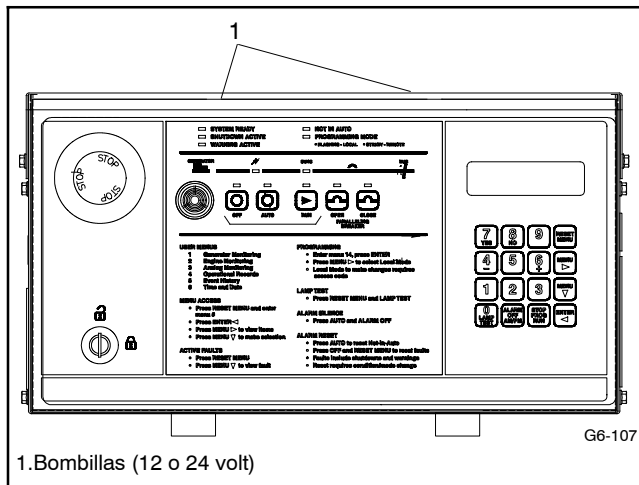

Figura 7-4 Vista frontal del controlador
Siga el procedimiento a continuación para reemplazar el controlador. Consulte la Figura 7-4 para la identificación de un controlador típico. Para saber más de las características y operación del controlador consulte el manual de operación en el kit de folletos.
- d. Pida e instale las lámparas de la pantalla frontal del controlador, si es necesario. Consulte la Figura 7-4 para ver la ubicación. Consulte la Figura 7-7 para ver la identificación de la lámpara. El controlador utiliza lámparas de 12 o de 24 voltios según el sistema eléctrico del motor. Calcule el voltaje del sistema eléctrico del motor usando la información que viene en placa de identificación del grupo electrógeno.